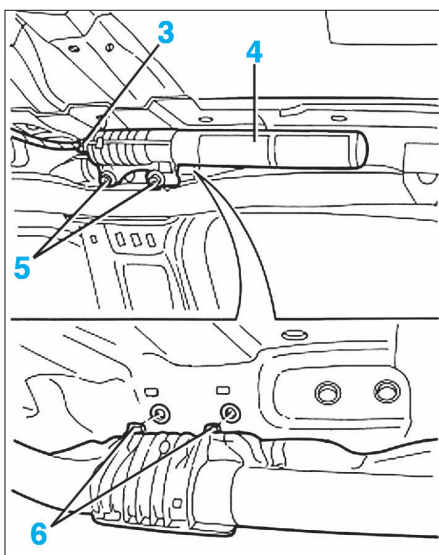
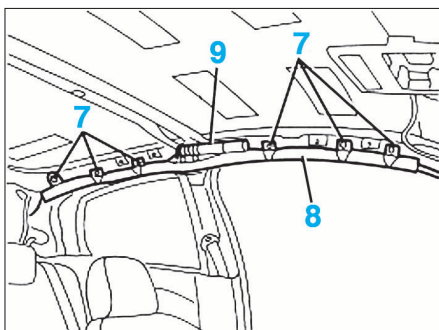

FIG. 19
FIG. 20
- Débrancher le connecteur (3) de l'amorce de l'airbag rideau (4) (Fig.19).
- Déposer les vis de fixation (5) de l'amorce de l'airbag.
- Retirer l'amorce de l'airbag de ses pions de centrage (6).
- Percer tous les rivets de fixation (7) de l'airbag rideau (8) (Fig.20).
- Déposer l'airbag rideau (8) et l'amorce d'airbag (9).